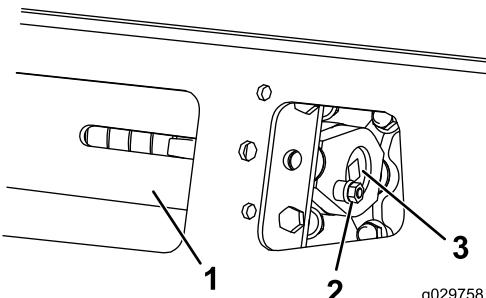
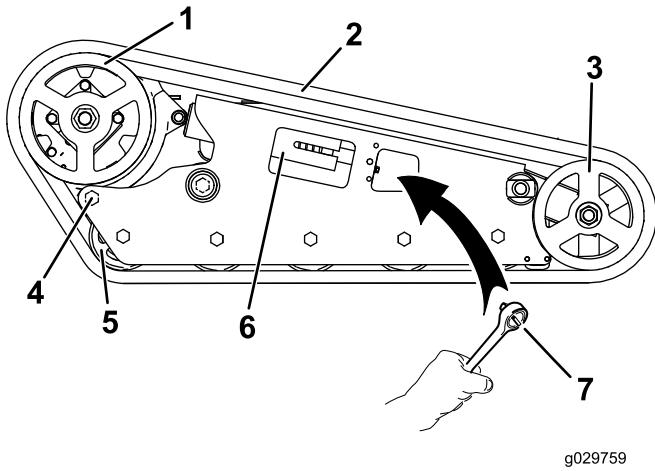

Figura 55
Figura 56
3. Retire el perno de bloqueo y la tuerca (Figura 55).
5. Alinee la muesca más próxima del tornillo tensor con el taladro del perno de bloqueo, y fije el tornillo con el perno de bloqueo y la tuerca (Figura 55).
3. Usando una llave de $\frac{1}{2}$ ", alivie la tensión en la oruga girando el tornillo tensor en el sentido de las agujas del reloj (Figura 55 y Figura 56).
4. Afloje el perno trasero, cerca de la rueda motriz (Figura 56).
6. Cuando haya retirado la oruga de la rueda delantera, retírela del piñón de arrastre y de las ruedas de rodaje (Figura 56).
7. Empezando en el piñón de arrastre, pase la oruga nueva alrededor del piñón, asegurándose de que los dientes de la oruga encajen entre los espaciadores del piñón (Figura 56).
8. Empuje la oruga por debajo de y entre las ruedas de rodaje (Figura 56).